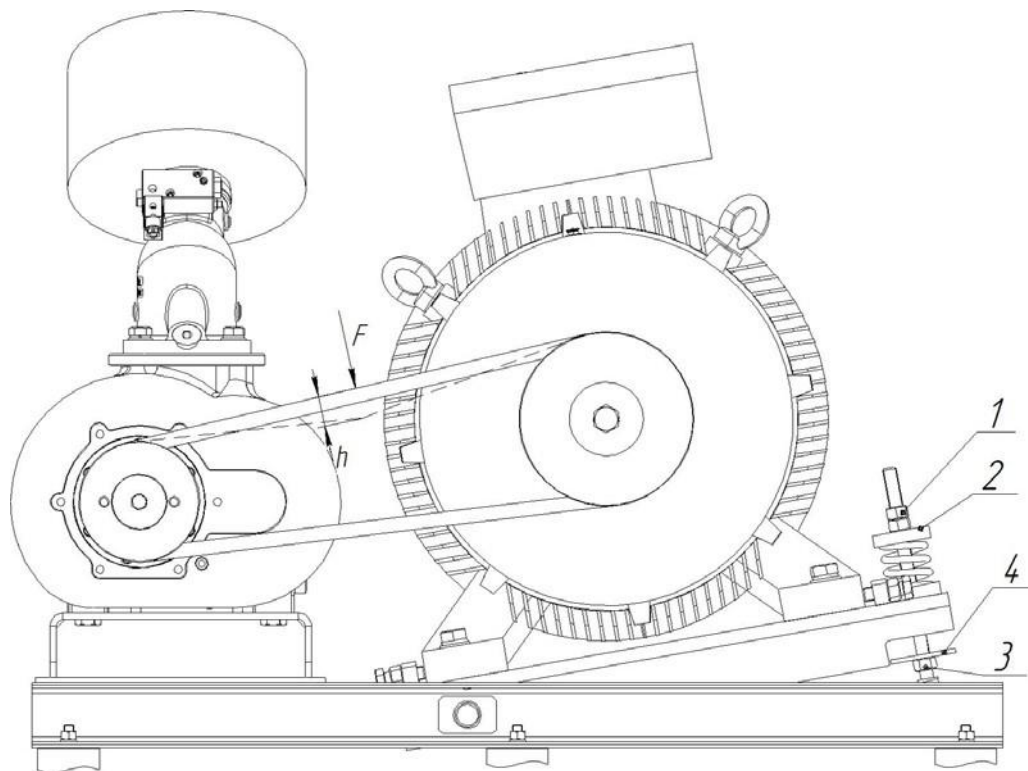

Рисунок 7
**8.5.1** Передача мощности осуществляется за счет сил трения, возникающих в месте контакта ремня и шкивов. Для нормального функционирования ременной передачи необходимо соблюдение условий чистоты контактирующих поверхностей и обеспечение требуемого усилия натяжения ремня (см. рисунок 7, таблица 4).